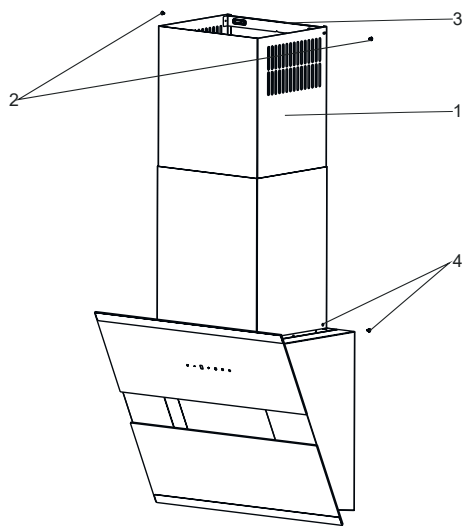

Fig. 9
Invändig och utvändig skorsten sätts in i varandra (Fig. 9).
- Håll skorstensbeslaget (6) mot väggen där den ska placeras. Markera punkterna E & F (Fig. 9).
- Borra i punkterna E och F med Ø6mm borr och sätt in Ø6mm pluggar. Montera skorstensbeslaget med 3,9x22 skruvar (Fig. 9).
- Dra nu upp den inre skorstenen upp mot taket. Fäst den med 2 skruvar på sidorna upptill (Fig. 9).